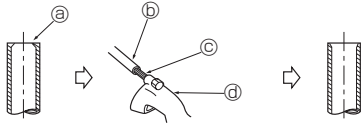

Fig. 5-4
5.2.2. Αφαίρεση ανωμαλιών (Fig. 5-4)